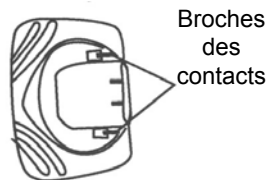
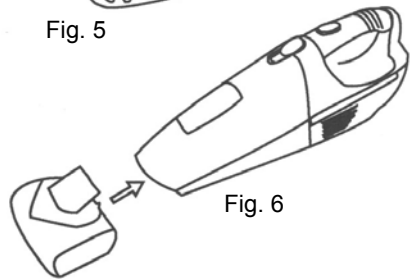

Fig. 5
Fig. 6
3. Insérez fermement la brosse motorisée (fig. 5) dans le bec aspirateur du compartiment de la coupelle, en vous assurant que les fiches de contact sont engagées dans les fentes de l'appareil. (fig. 6) Cette brosse motorisée est conçue nettoyer pour les tapis minces.